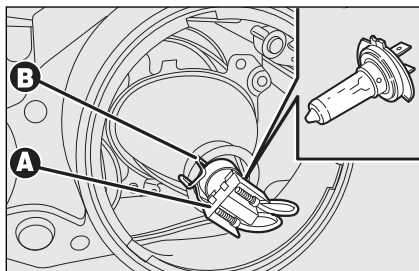

fig. 29
- maak de stekker **A-fig. 29** los;
- monteer de nieuwe lamp en maak de bevestigingsveer **B-fig. 29** van de lamp vast;